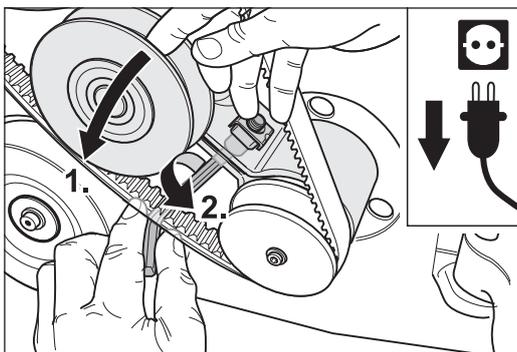

Abb. 63 Zum Spannen des Keilriemens für den Ventilator den Riemenspanner verdrehen (1.) und die Klemmschraube anziehen (2.).
- 8 Spannen Sie den kleineren Riemen für den Ventilator durch Verdrehen des Keilriemenspanners und ziehen Sie die Klemmschraube sorgfältig an (Abb. 63).